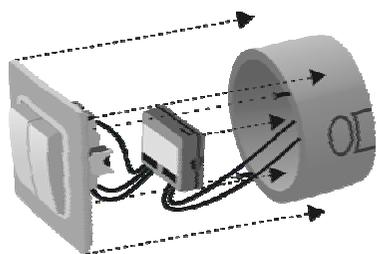

Рис. 1. Схема монтажа.
Модуль **MCK28** выполнен в пластмассовом негорючем корпусе и предназначен для установки в монтажную коробку рис. 1.
- 2.5. Закончить сборку согласно рис. 1 и модуль готов к работе.